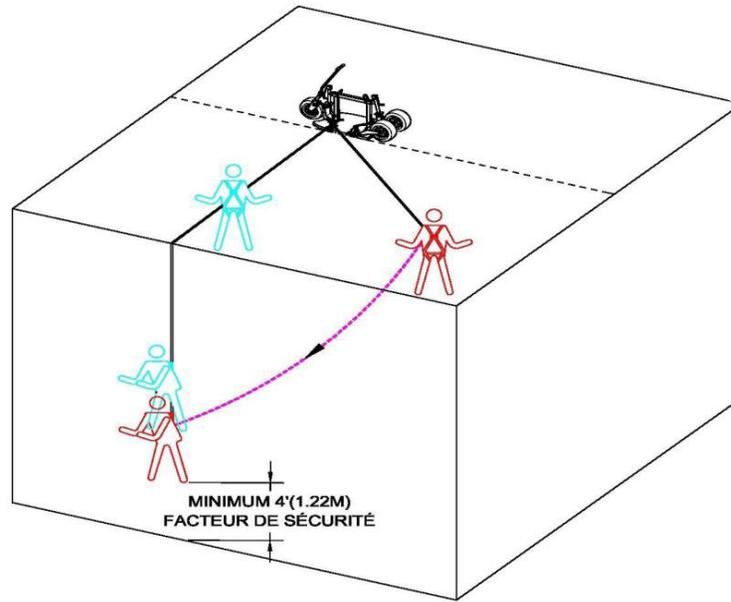

Figure 4
**Positionnement sur le toit.** Le système d'ancrage mobile HERCULE doit être positionné parallèlement au bord du toit, à une distance minimale de 9 pieds (2,75 mètres), de façon à ce que les bras pivotants jaunes soient du même côté que les utilisateurs lorsqu'il est utilisé en mode anti-chute. Une fois le système en place, les roues doivent être soulevées à l'aide des crics intégrés à chaque extrémité de la machine. Lorsque les roues sont levées du sol et que le système repose sur le toit, il est prêt à être utilisé. Le système d'ancrage mobile HERCULE doit être placé vis-à-vis de la zone de travail et déplacé au besoin, afin d'éviter un effet de pendule en cas de chute. (Voir figure 4)